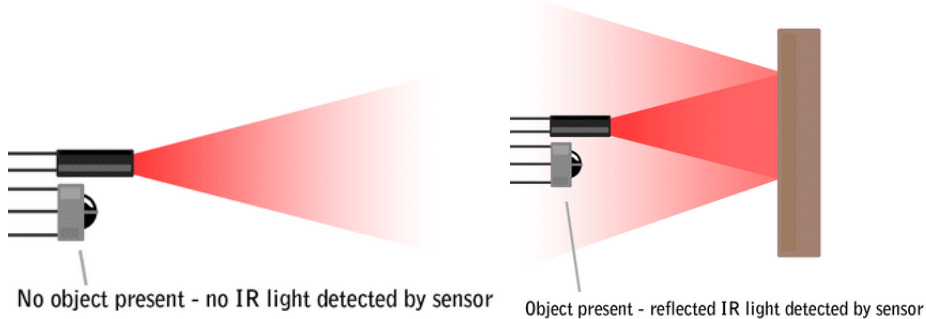

FIGURE 5.3.1 आयआर सेन्सर वापरून अडथळा शोधणे
- 5.3.1 **आयआर सेन्सरचे काम** -आयआर सेन्सरमध्ये एक आयआर एलईडी आणि एक आयआर फोटोडायोड असते; त्यांना एकत्रितपणे फोटो-कपलर किंवा ऑप्टो-कपलर असे म्हणतात. आधी सांगितल्याप्रमाणे, इन्फ्रारेड ऑब्स्टॅकल सेन्सरमध्ये एक बिल्ट-इन आयआर ट्रान्समीटर आणि आयआर रिसीव्हर असतो. इन्फ्रारेड ट्रान्समीटर हा एक प्रकाश-उत्सर्जक डायोड (एलईडी) असतो जो इन्फ्रारेड रेडिएशन उत्सर्जित करतो. म्हणूनच, त्यांना आयआर एलईडी म्हणतात. जरी आयआर एलईडी सामान्य एलईडीसारखा दिसत असला तरी, त्यातून उत्सर्जित होणारे रेडिएशन मानवी डोळ्यांना अदृश्य असते. FIGURE 5.3.1 आयआर सेन्सर वापरून अडथळा शोधणे दर्शविते.